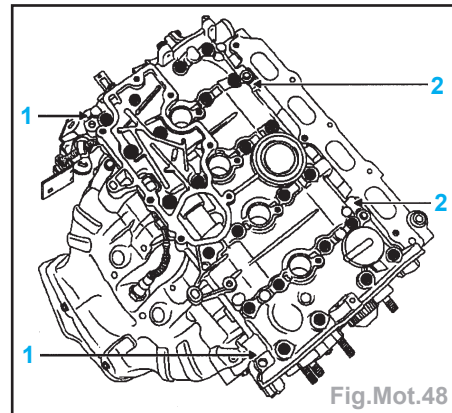

Fig.Mot.48
- les vis du couvre-culasse puis le décoller verticalement en tapant sur les «oreilles» en (1) en utilisant un jet en bronze et faire levier à l'aide d'un tournevis en (2) (protéger le tournevis pour éviter d'abîmer les surfaces en aluminium) (Fig.Mot.48),